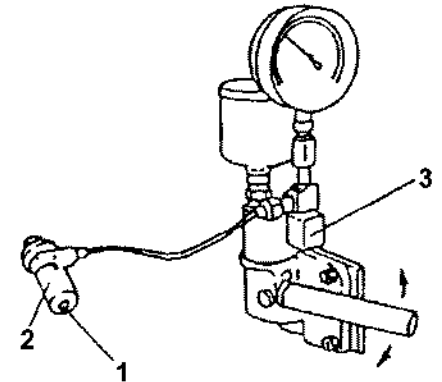

Рис. 31
- Снимите нагар с форсунки (Рис. 31, (1)).
- Подсоедините инжекционный клапан (Рис. 31, (2)) к специальному тестеру (Рис. 31, (3)).